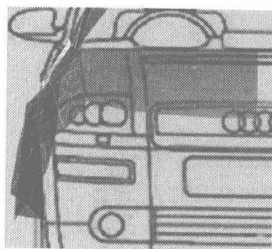
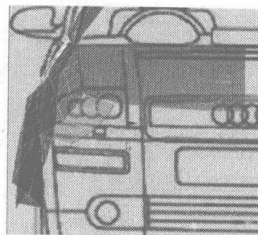
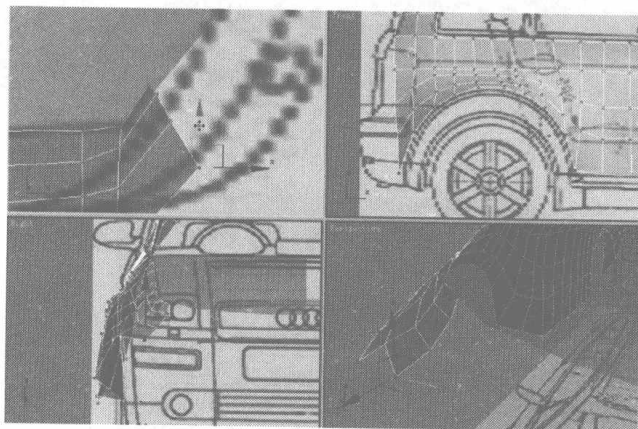

图 7.43
图 7.44
图 7.45
- 18 选择图 7.43 中的曲线，在按住 Shift 键的同时，移动复制出新的面，如图 7.44 所示。然后将节点调整到图 7.45 所示的位置。